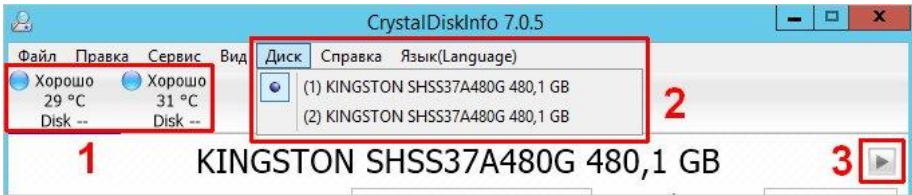

Рисунок 2.13 – Обрання кількості дисків на перевірку
Якщо встановлено кілька дисків, ми можемо перемикатися між ними (рис. 2.13) за допомогою панелі швидкого перемикання (1), пункту меню «Диск» (2) або бічних стрілок (3):